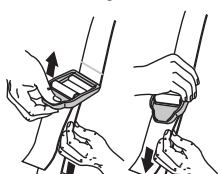

Fig. 4
4. Ajuste la longitud de acuerdo a la medida del operador. Tire de la orejeta para alargarlo y tire de la correa para acortarlo (Fig. 4).